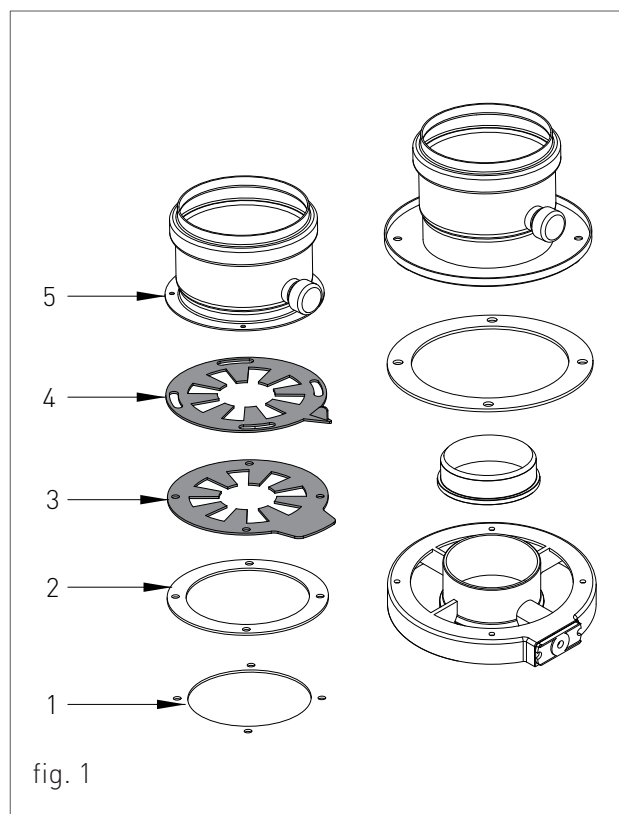

fig. 1
Per il montaggio dei diaframmi regolabili sul sistema coassiale procedere nel seguente modo (vedi fig.1):
- › pulire la superficie della flangia di ispezione fumi (1-fig.1);
- › attaccare la guarnizione adesiva in neoprene (2-fig.1) sulla flangia fumi, centrando i fori fustellati della guarnizione con quelli della flangia fumi;
- › inserire prima il diaframma inferiore con la scala graduata (3-fig.1), poi il diaframma superiore con l'indice di riferimento (4-fig.1);
- › inserire il raccordo flangiato (5-fig.1) o altro componente previsto in base al sistema coassiale adottato;
Per il montaggio dei diaframmi regolabili sul sistema sdoppiato procedere nel seguente modo (vedi fig.1):
- > pulire la superficie della testata in corrispondenza del foro di aspirazione aria (1-fig.1);
- > attaccare la guarnizione adesiva in neoprene (2-fig.1) sul foro di aspirazione aria, centrando i fori fustellati della guarnizione con quelli del foro di aspirazione;
- > inserire prima il diaframma inferiore con la scala graduata (3-fig.1), poi il diaframma superiore con l'indice di riferimento (4-fig.1);
- > inserire il raccordo flangiato (5-fig.1) o altro componente previsto in base al sistema sdoppiato adottato;